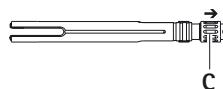

Fig. 1
- Desapertar o parafuso de aperto C no sentido da seta, até que a rosca fique visível no sentido da extremidade de trabalho, ver Fig. 1.